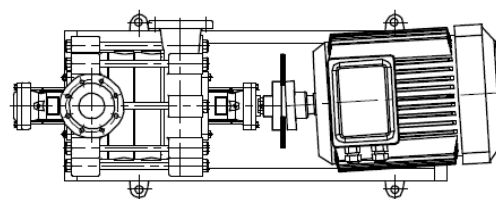

Fig. 4a. Error de ángulo en el plano horizontal
- Los errores de alineación pueden estar en el plano vertical o en el plano horizontal. En el plano vertical la alineación se corrige insertando galgas bajo el pie de la bomba o del motor, y en el plano horizontal la alineación se corrige deslizando la bomba y/o el motor horizontalmente de lado utilizando los huecos de los agujeros de montaje. **Fig. 4a, 4b, 4c, 4d** muestran la alineación del acoplamiento paso a paso.